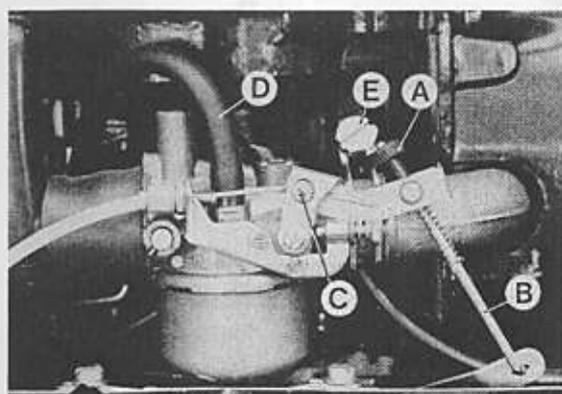

Fig. 3
4. Remove the setting nut A (Fig. 3).
5. Remove the locking release rod B (Fig. 3).
6. Slacken the screw C (Fig. 3) and extract the control cable.
7. Pull out the fuel line D (Fig. 3).
8. Slacken the carburetor shackle E (Fig. 3).
4. Rimuovere il dado di registro A (Fig. 3)
5. Rimuovere il fermo B (Fig. 3)
6. Allentare la vite C (Fig. 3) ed estrarre il cavo del gas
7. Togliere il tubo carburante D (Fig. 3)
8. Allentare la vite E della fascetta di carburatore (Fig. 3)
9. Togliere il carburatore insieme con il leveraggio starter (Fig. 3) (Le Fig. 4-5 e 6 sono soltanto per i modelli con cambio di marcia)